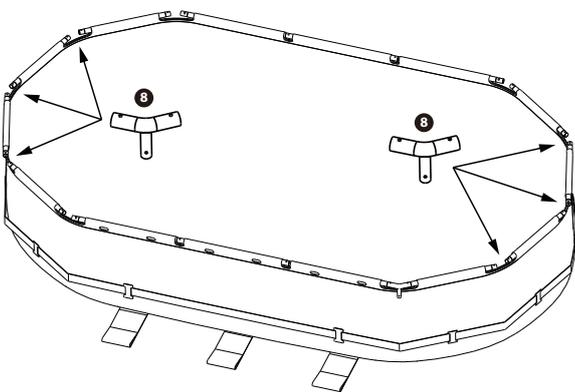

Fig. 7-1
7. Connectez les poutres 5 entre elles avec un raccord en T 9 comme indiqué dans les figures 7.1 et 7.2 ci-dessous. Insérez le goujon pour les verrouiller. La partie supérieure du cadre de la piscine doit être entièrement connectée.